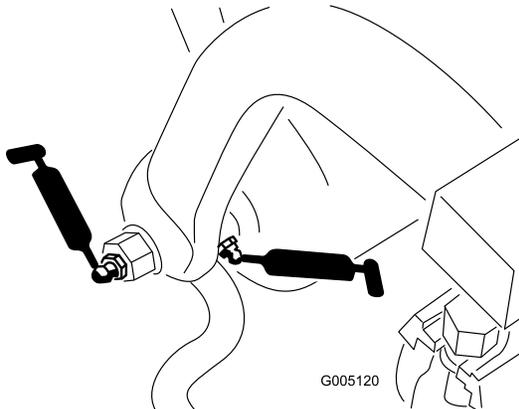

Bild 39
- Zugrahmenwelle und Rolle (12) (**Bild 39**)